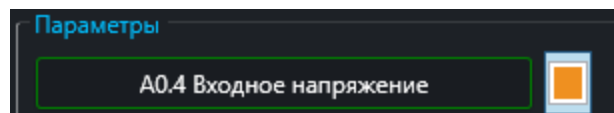

Рис. 59
2. Нажать кнопки с названиями параметров (Рис. 59), которые необходимо вывести на график. Кнопка загорится зеленым цветом. Рядом с названием параметра можно задать цвет линии.